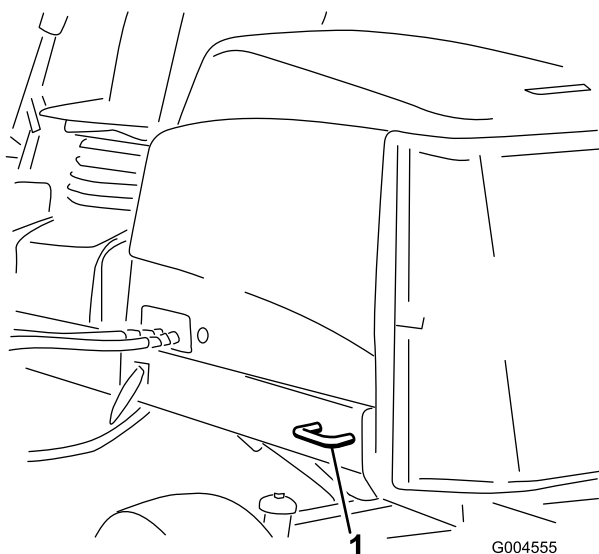

Figura 22
- Detrás – en cada lado de la máquina, en el bastidor trasero (Figura 22).